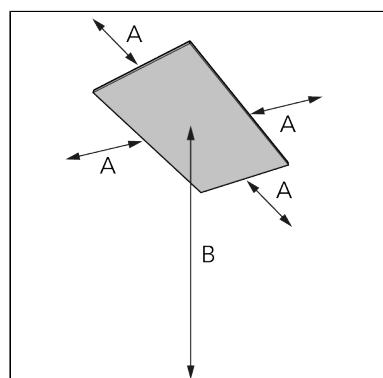

Abbildung 57.
2. Platzieren Sie das Gerät mit einem Mindestabstand (Abbildung 57) von: